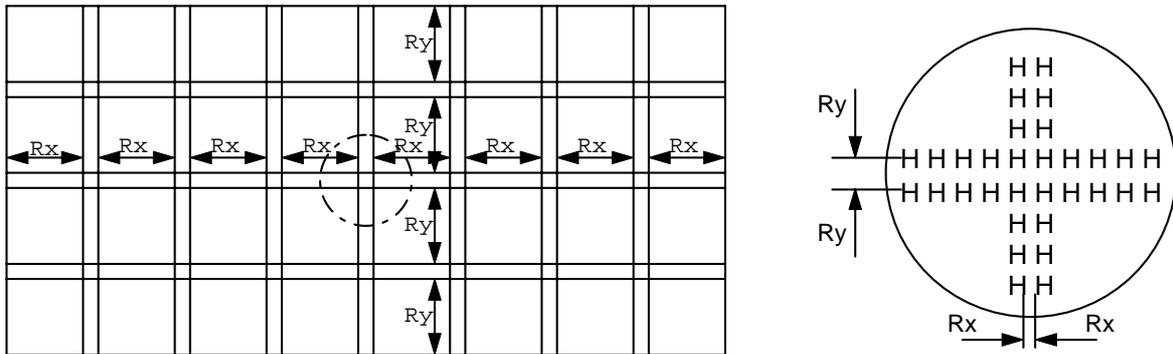

Abb. 1
- Ausmessung der horizontalen Teilungsabstände R_x mit einem Stahlmaß (Abb. 1). Als Ergebnis der Einstellung müssen folgende Maße erreicht werden: